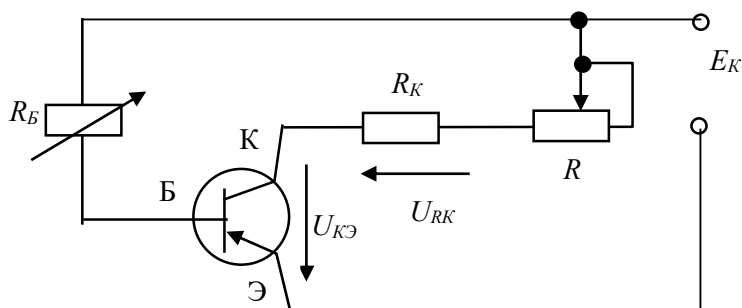

Рис.1.5. Схема исследуемой цепи
- познакомьтесь со схемой исследуемой цепи (рис.1.5);
в) соберите исследуемую цепь в соответствии с рис.1.5, в качестве R_B используйте магазин сопротивлений, **особое внимание** обратите на полярность включения источника напряжения E_K ;